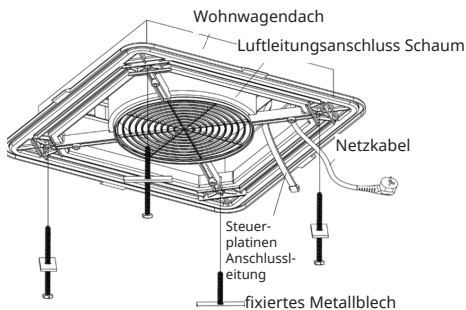
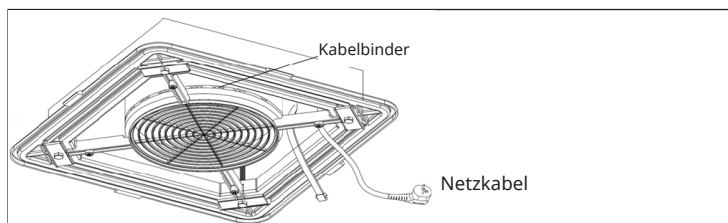
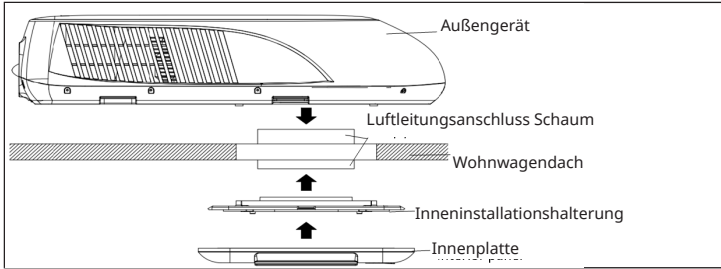

Abbildung 11
Abbildung 12
Abbildung 13
2. Halterung für die Innenmontage (Abb. 11, Abb. 12, Abb. 13)